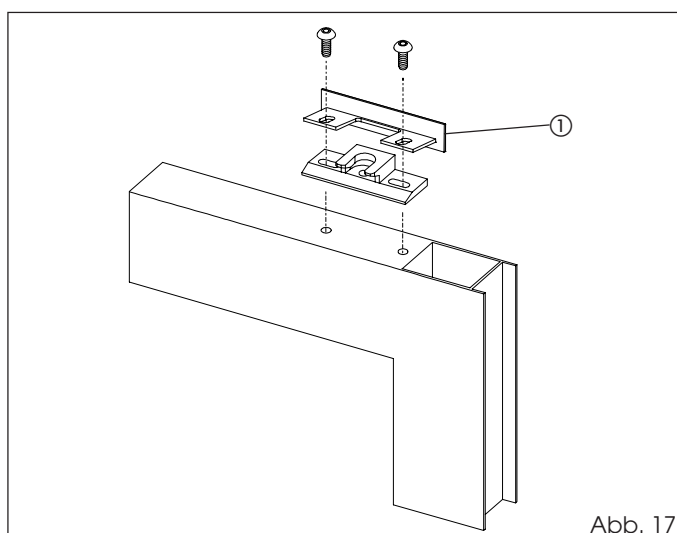

Abb. 17
Vor der Montage des Blocks den Deckel der Schutzabdeckung laut Angaben in Abb. 17 Bez. ① positionieren.